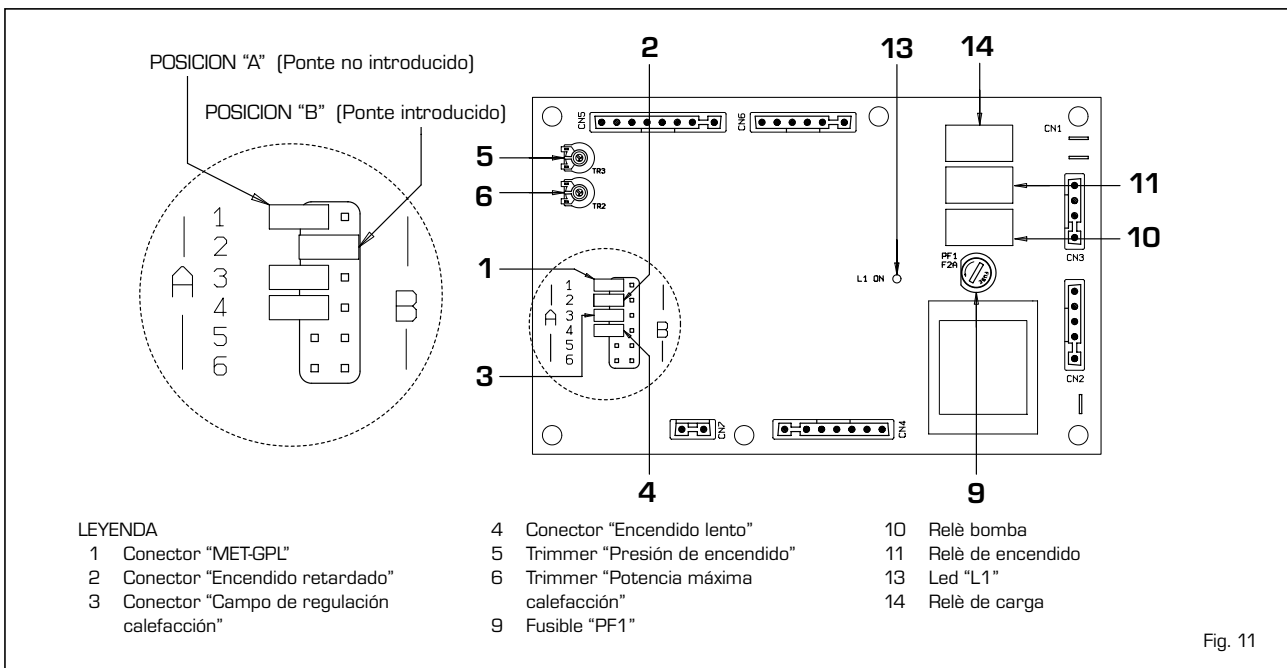

Fig. 11
- **Trimmer "PRESION DE ENCENDIDO"** (5 fig. 11)
- **Trimmer "POTENCIA MAXIMA CALEFACCION"** (6 fig. 11)
- **Conector "MET-GPL"** (1 fig. 11)
- **Conector "ENCENDIDO RETARDADO"** (2 fig. 11)
- **Conector "ENCENDIDO LENTO"** (4 fig. 11)
- **Conector "CAMPO DE REGULACION CALEFACCION"** (3 fig. 11)
- **Led "L1"** (13 fig. 11)
Para modificar la potencia térmica calibrada en fábrica a los valores de 16 kW en la versión "25 BF" y 20 kw en la versión "30 BF", es necesario actuar con un destornillador en el trimmer "potencia máxima calefacción" (6 fig. 11). Para aumentar la presión de trabajo girar el trimmer en sentido horario, para disminuirla en sentido antihorario. En el momento en el cual la temperatura relevada de la sonda corresponderá al valor seleccionado sobre el botón del mando remoto, la caldera estará ya a llama mínima y, en este punto, se producirá el apagado del quemador.
- Desmontar el colector quemadores (5).
- Sustituir los inyectores principales (6) y la arandela de cobre (4) con los suministrados en el kit; para efectuar esta operación, use una llave fija \varnothing 7.
- Desplazar el puente del conector "MET/GPL" de la ficha en la posición correspondiente al gas utilizado (1 fig. 11).